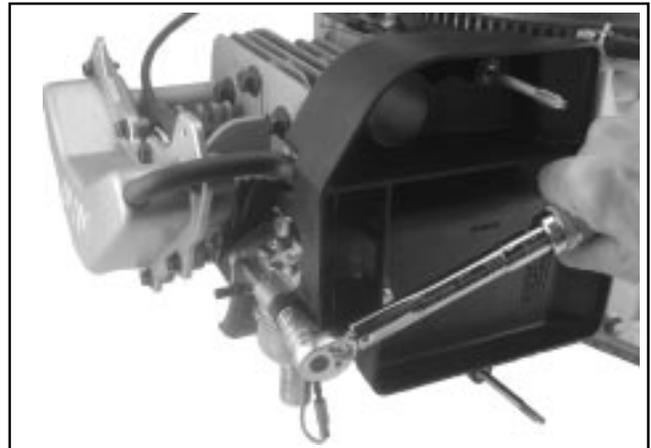

Figure 10-62. Serrage des fixations du filtre à air.
- c. Serrer le ou les écrous au couple de **5,5 Nm (48 in. lb.)**. Serrer la vis au couple de **8,0 Nm (70 in. lb.)** dans un trou neuf ou au couple de **5,5 Nm (48 in. lb.)** si le trou a déjà été utilisé. **Ne pas** serrer trop fort. Voir la Figure 10-62. La vis M6 de la butée supérieure ne doit être montée que lorsque le carter du ventilateur est mis en place.